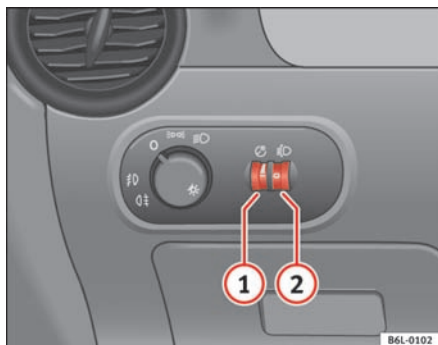

Fig. 56 Udsnit af instrumentpanelet: kontakter til instrument- og kontaktllys og lyslængderegulering
Når forlygterne er tændt, kan lysstyrken i instrumenter og kontakter reguleres til at passe til dine behov ved at dreje på indstillingshjulet ⇒ fig. 56 ①.